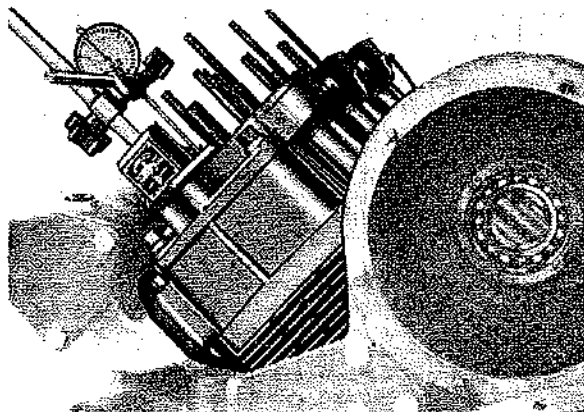

Fig. 52
- Verificare con comparatore e base magnetica l'esatta posizione (Fig. 52).